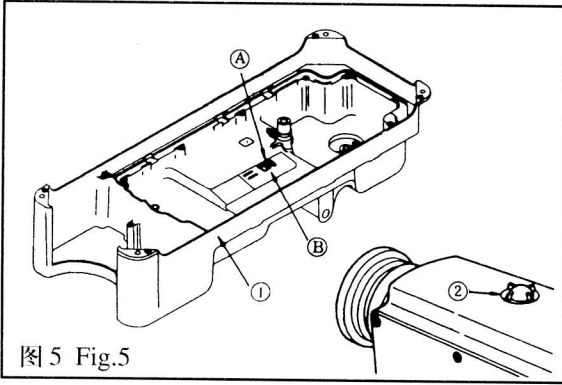
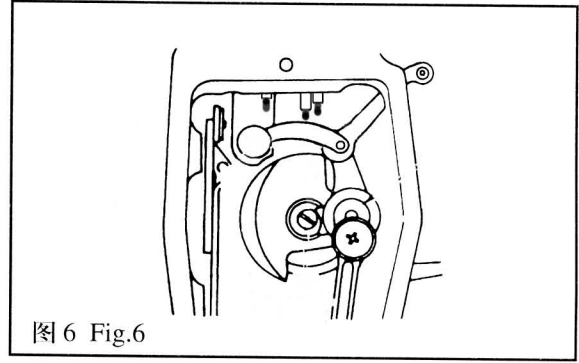

图5 Fig.5
图6 Fig.6
2. 机器的润滑(图 5、图 6)
2. LUBRICATION (Fig.5, Fig.6)
1. 润滑须知:(图 5)
- 1) 向油盘①内加缝纫机油(10号白油)至 HIGH 记号部位 A。(图 5)
- 3) 加油后, 开动机器, 应看到油液飞溅到油窗②上, 说明润滑正常。
2. 面部油量采用油线渗油的方法:(图 6)
1. Information on lubrication (Fig.5)
2. The amount of oil which supplied to the face plate parts can use oil wick to seep oil (Fig.6)